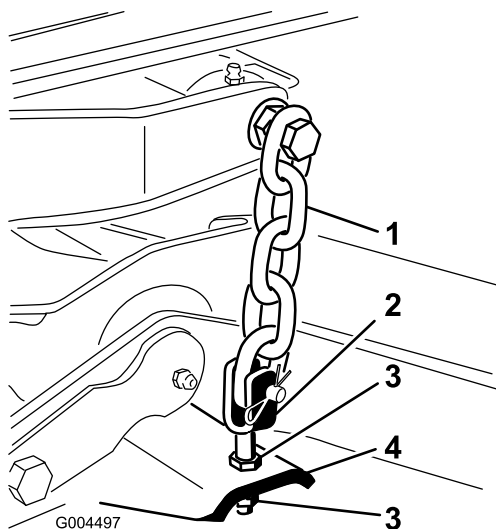

Bild 75
7. Stellen Sie die Klemmmuttern ein, mit denen die hinteren Mähwerkabeln bzw. -ketten befestigt sind, um das Mähwerk hinten anzuheben, sodass die Messerneigung auf 8 mm eingestellt ist (Bild 75).